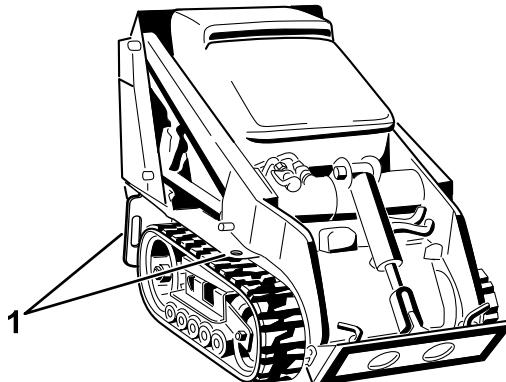

Bild 21
8. Befestigen Sie die Maschine mit den Metallbefestigungsschleifen und Riemen, Ketten, Kabel oder Seilen am Anhänger oder Pritschenwagen (Bild 21). Halten Sie die örtlichen Vorschriften für die Vergurtung ein.
Sie können die Maschine mit den Vergurtungsstellen bzw. Hebeschläufen als Hebestellen anheben, wie in Bild 21 abgebildet.